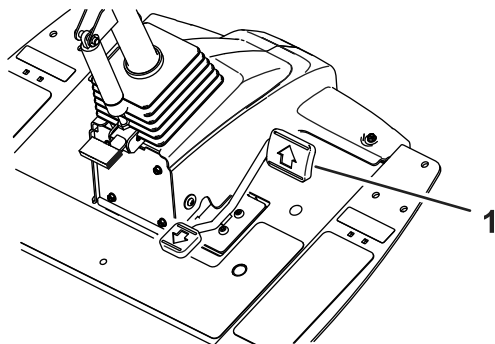
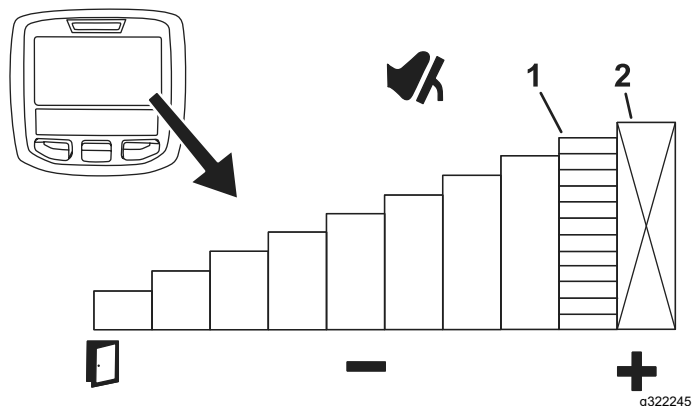

Figura 46
Figura 47
Para definir temporariamente a velocidade máxima da máquina, pressione o pedal de tração totalmente para frente (Figura 46). Você pode definir uma velocidade separada para a faixa de corte e a faixa de transporte (Figura 47).
- Para acessar esse recurso, selecione o botão central do InfoCenter na tela principal (Figura 47).